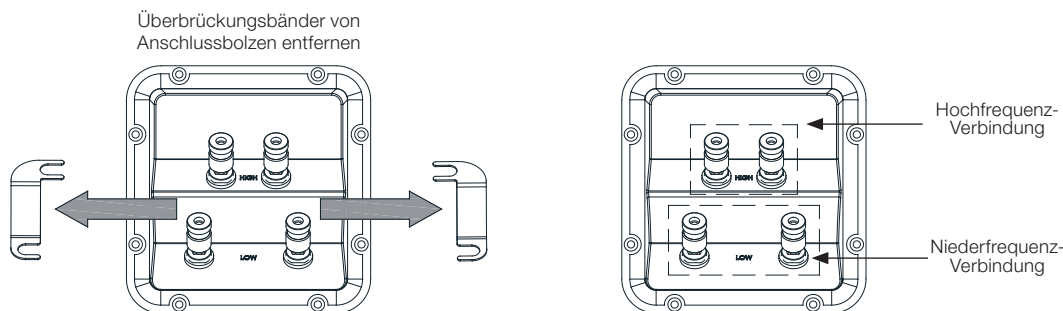

Abbildung 9
3. Schließen Sie das mit „HF“ gekennzeichnete Paar an den „HF“-Eingang des Lautsprechers und das mit „LF“ gekennzeichnete Paar an den „LF“-Eingang an. (Abbildung 9)
4. Entfernen Sie vor der Installation des Lautsprechers, der doppelt-verkabelt (bi-wired) oder mit Doppel-Verstärker (bi-amplified) eingerichtet wird, die beiden vergoldeten Überbrückungsbänder an der Anschlussklemme, indem Sie die Klemmen lösen. Bewahren Sie die Überbrückungsbänder für den späteren Gebrauch sicher auf. Achten Sie darauf, dass die Klemmen an den LF- und HF-Kabeln fest angezogen sind. (Abbildung 9)